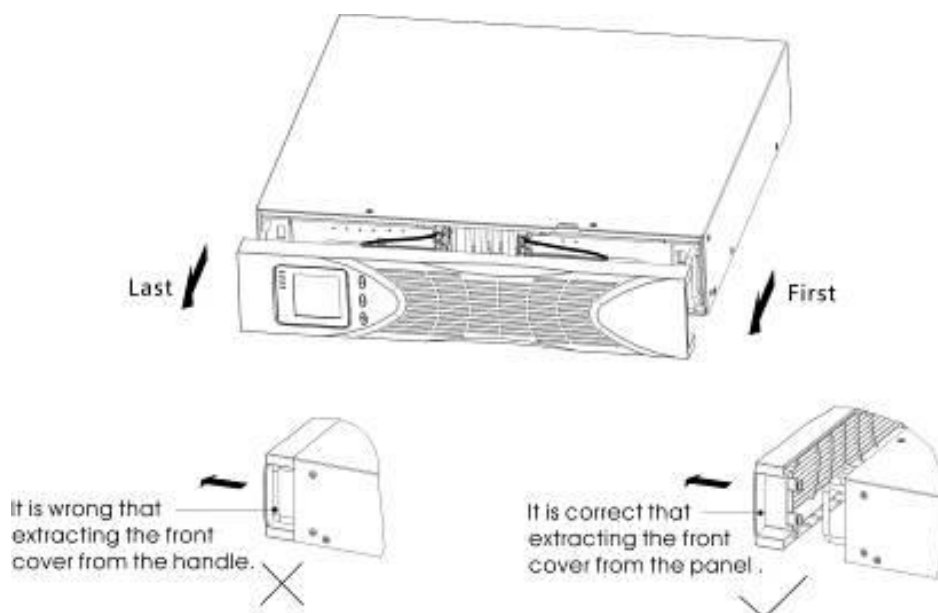

Figura 8 Estrarre la copertura frontale dell'EBP
(1) Per installare l'/'gli EBP opzionale/i per un UPS
a) Rimuovere la copertura frontale di ciascun EBP e UPS (si veda Figura 8).